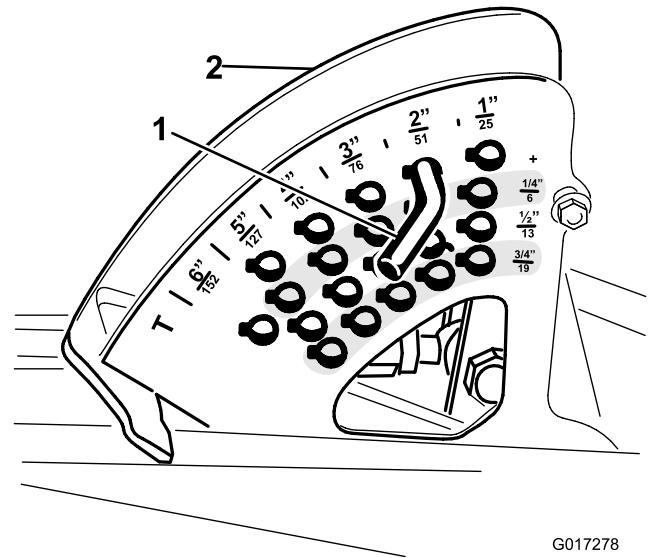

図 2
7. 組み立てのために、刈高ブラケットのどの穴に刈高ピンが入っているかを確認しておくこと図 2。刈高ブラケットから刈高ピンを外す。